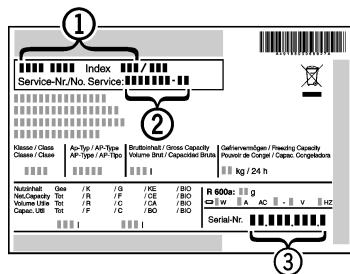

Fig. 9
- Denominación del aparato Fig. 9 (1), nº del servicio técnico Fig. 9 (2) y nº de serie Fig. 9 (3) en la placa de identificación. La placa de identificación se encuentra en la parte interior izquierda del aparato.
- Informe al servicio postventa e indique el fallo, la denominación del aparato Fig. 9 (1), el nº del servicio técnico Fig. 9 (2) y el nº de serie Fig. 9 (3).